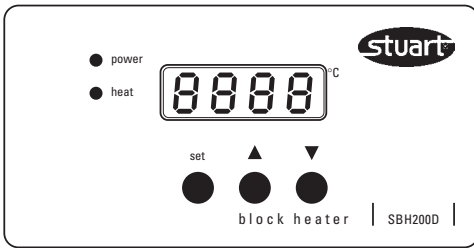

Abbildung 3 - digitale Steuerungen
2. Daraufhin leuchtet die Lampe "Power" auf und die digitale Anzeige erscheint - siehe Abbildung 3.
3. Die digitale Anzeige stellt die aktuelle Temperatur der Aluminiumblöcke dar. Falls die gegenwärtig eingestellte Temperatur des Instruments über diesem Wert liegt, beginnt das Gerät mit dem Aufheizen der Blöcke und die Lampe "Heat" auf der Steuerkonsole leuchtet auf. Die gegenwärtig eingestellte Temperatur kann jederzeit abgerufen werden, indem Sie auf den Knopf "set" drücken und ihn gedrückt halten - siehe Abbildung 3.
5. Sie können diese Einstellung erhöhen, indem Sie auf den Knopf mit der Aufschrift ▲ drücken, oder verringern, indem Sie auf den Knopf ▼ drücken. Halten Sie dabei den Knopf "set" gedrückt - siehe Abbildung 3.